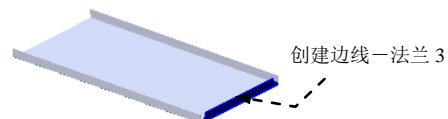

图 17.6.5 创建边线—法兰 3
Step4. 创建图 17.6.5 所示的边线—法兰 3 (后侧)。